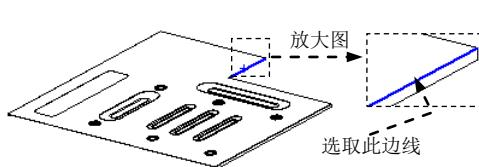
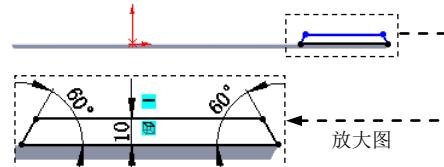

图 17.10.87 定义特征的边线
图 17.10.88 横断面草图
(1) 选择命令。选择下拉菜单 **插入(I)** → **钣金(B)** → **边线法兰(E)...** 命令，系统弹出“边线法兰”对话框。
(2) 定义特征的边线。选取图 17.10.87 所示的模型边线为生成的边线法兰的边线。
(3) 定义法兰参数。在 **角度(G)** 区域的 **A** 文本框中输入角度值 90.0。在“边线法兰”对话框 **法兰长度(L)** 区域的下拉列表中选择 **给定深度** 选项，输入深度值 15.0。在此区域中单击“内部虚拟交点”按钮 。在 **法兰位置(N)** 区域中单击“材料在外”按钮 .
(4) 单击 按钮，完成边线—法兰 3 的初步创建。
(5) 编辑边线—法兰 3 的草图。在设计树的 **边线—法兰3** 上右击，在系统弹出的快捷菜单中单击 命令，系统进入草图环境，绘制图 17.10.88 所示的横断面草图。退出草图环境，此时系统完成边线—法兰 3 的创建。